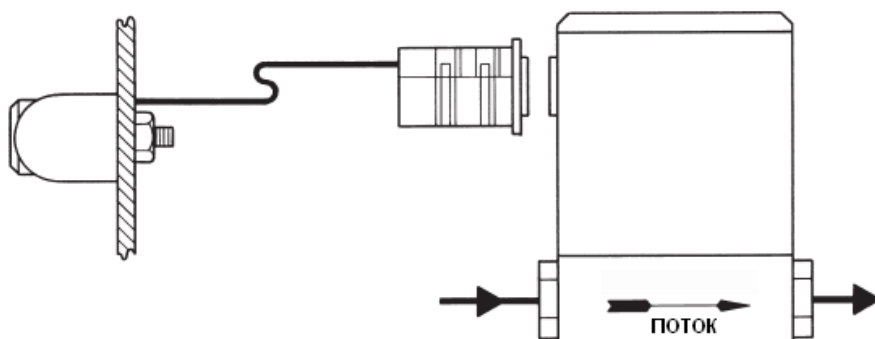

Рис. 2-4
Как показано на рис. 2-4 цифровой дисплей расходомера может быть снят для дистанционной установки на лицевой панели. Расходомер MAS устанавливается в любое удобное для вас место в системе.
7. Установите цифровой дисплей в соответствии с рис. 2-4 (размеры монтажных отверстий указаны в главе 1.3 Спецификация).